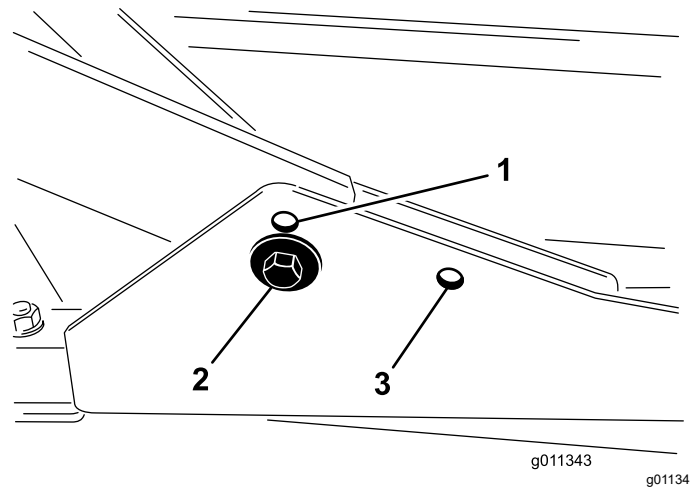

图 2
- 如果剪草高度介于 27.6cm 之间请将前承载架安装在下方的前安装孔内图 2。
- 如果剪草高度介于 6.310cm 之间请将前承载架安装在上方的前安装孔内图 2。
对于所有剪草高度后剪草刀盘都应安装在后安装孔内图 2。